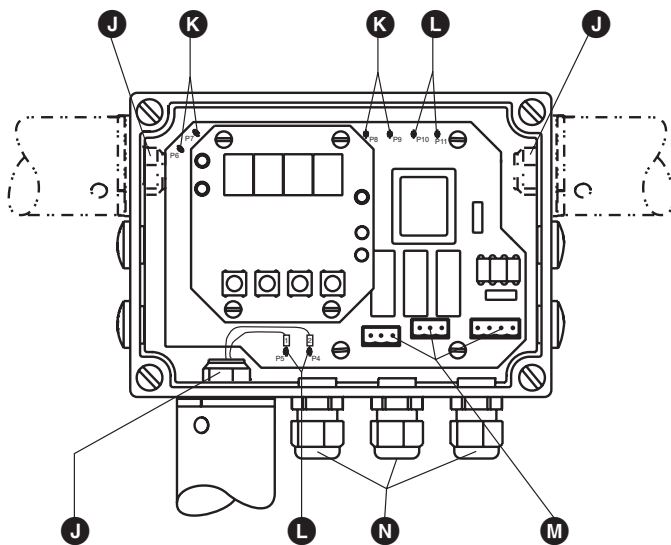

Рис. 4
1. В зависимости от желаемого монтажного положения отвинтите соответствующую заглушку **О** и установите ее на место стоявшего ранее электрода, **Рис. 4**.